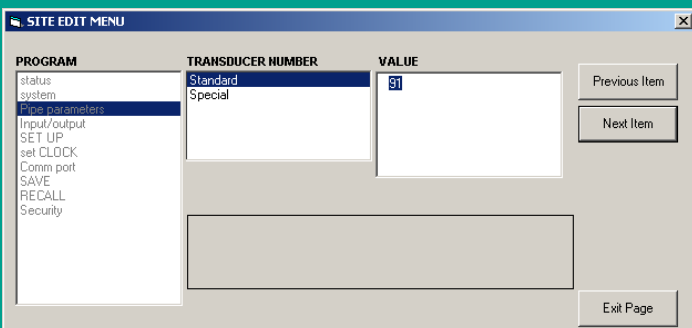

Figura 38: Opção de parâmetros de tubagem no menu de edição do sítio
- a. Realce e faça duplo clique na opção pretendida no painel esquerdo. A figura 38 mostra a primeira entrada (número do transdutor) na opção de parâmetros do tubo. O título acima do painel central lista a entrada atual, enquanto o painel central apresenta as selecções disponíveis para essa entrada.